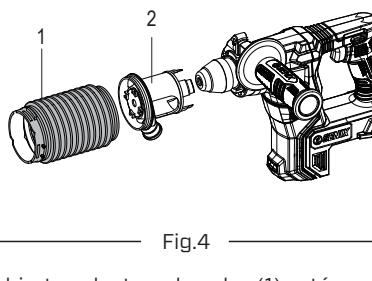

Fig.4
La cubierta para la recolección de polvo (1) es un accesorio opcional destinado a evitar la caída de polvo cuando se realizan operaciones de taladrado por encima de la cabeza. Instale el soporte de la cubierta colectora de polvo (2) en la empuñadura auxiliar, asegurándose de alinear el soporte (2) con las ranuras de la empuñadura. Coloque la cubierta colectora de polvo (1) en el soporte (2) y asegúrese de que quede bien ajustada (Fig.4).